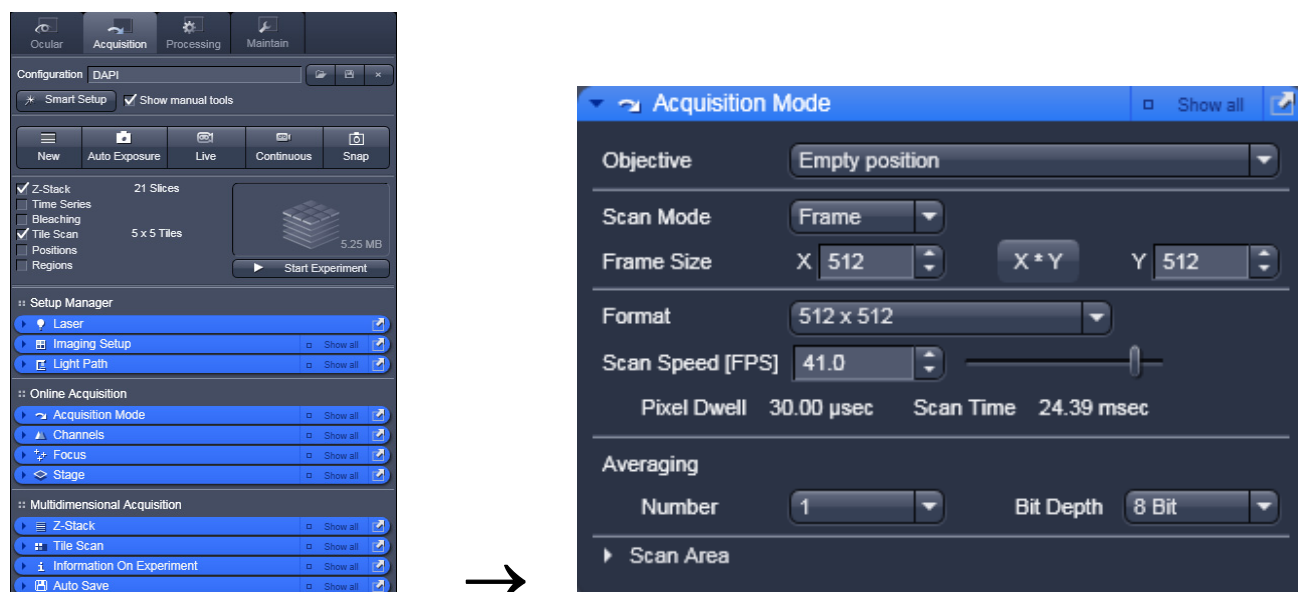

Fig. 31 Ventana Acquisition Mode
- Abra la ventana **Acquisition Mode** en la **barra de herramientas izquierda** (Fig. 31).
- Ajuste la velocidad de barrido mediante la corredera **Scan Speed** en la ventana **Acquisition Mode** (Fig. 31).
- Seleccione el margen dinámico de 8 ó 12 bits (por píxel) en el menú pull-down **Bit Depth** en la ventana **Acquisition Mode** (Fig. 31).